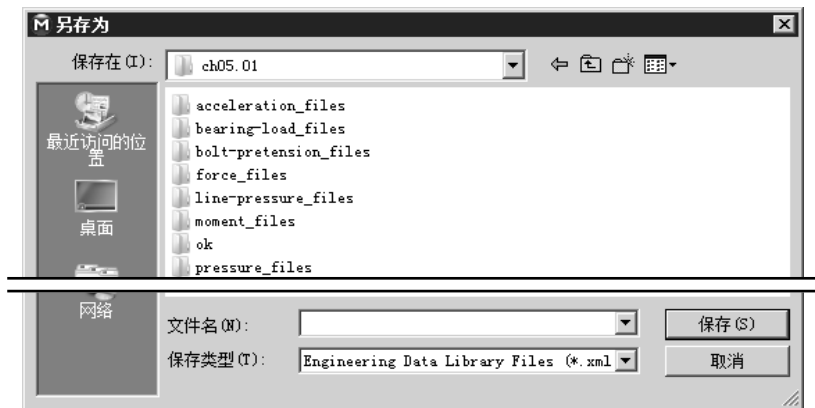

图 4.2.15 “另存为”对话框
- **Export...** 选项: 将定义的载荷导出。选中该选项,弹出图 4.2.15 所示的“另存为”对话框,输入文件名称,单击 **保存(S)** 按钮,即可导出载荷文件。